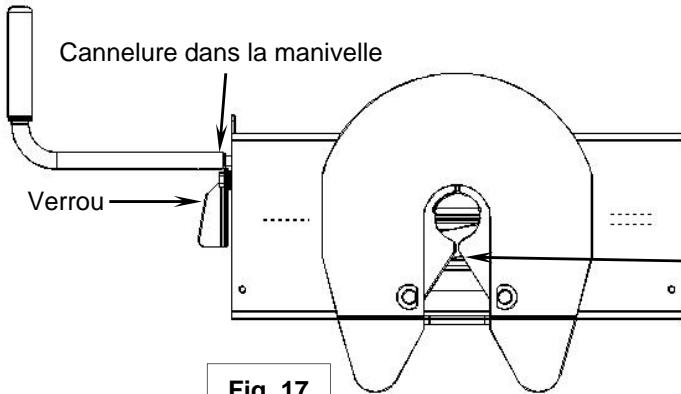

Fig. 17
6. Tourner le verrou de la manivelle d'attelage vers la caravane et le dégager de la cannelure de la manivelle. (Fig. 17 de la page suivante)